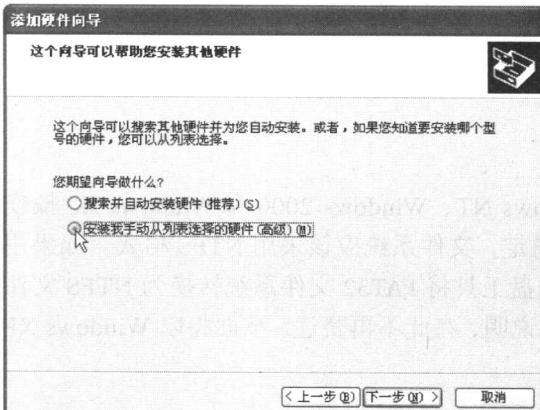
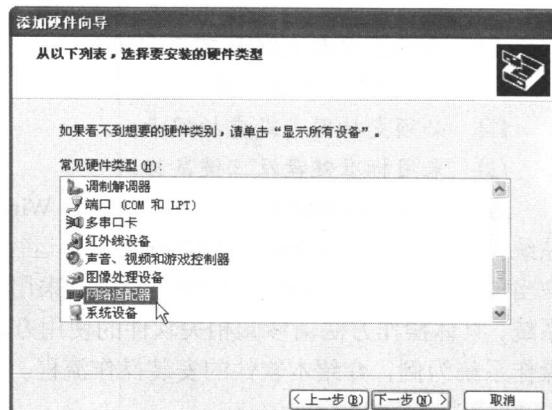

图 1-2-3 “添加硬件向导”对话框 3
图 1-2-4 “添加硬件向导”对话框 4
(3) 勾选向导中的“安装我手动从列表选择的硬件(高级)(M)”单选项（如图 1-2-3 所示），然后继续单击“下一步(N)>”按钮，向导将会自动更新为如图 1-2-4 所示的对话框 4。